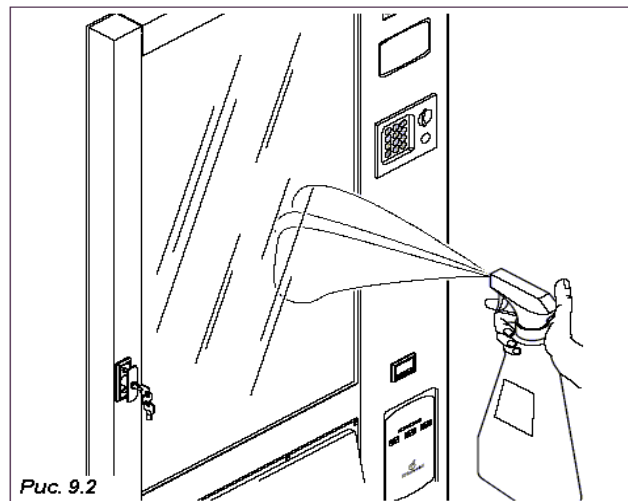

Рис. 9.2
- С помощью специального моющего средства очистите стекло двери с внутренней и внешней стороны (Рис. 9.2).